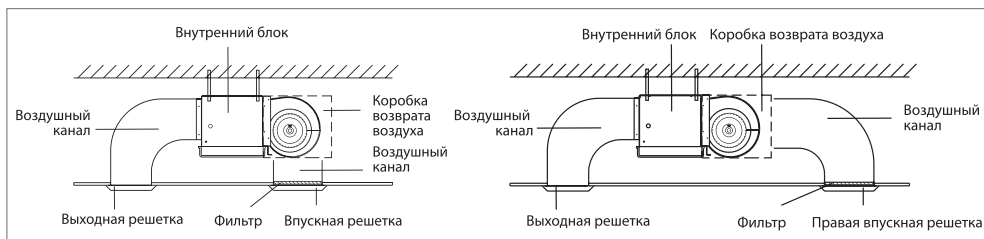

Рис. 5
- Для установки воздуховода существует два способа (рис. 5).